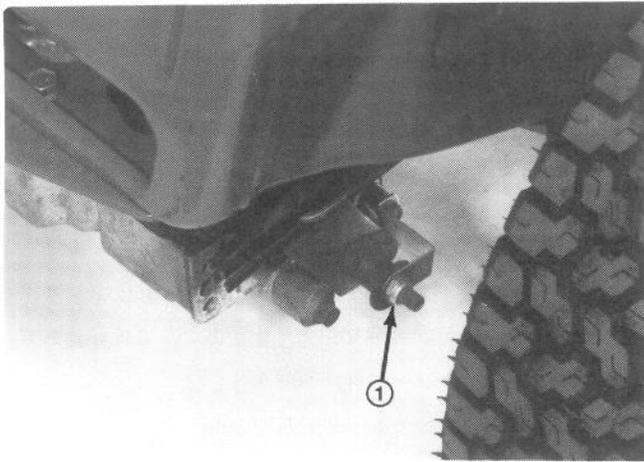

Fig. 29
2. Serrer le contre-écrou d'1/4 de tour dans le sens horaire (Fig. 29).